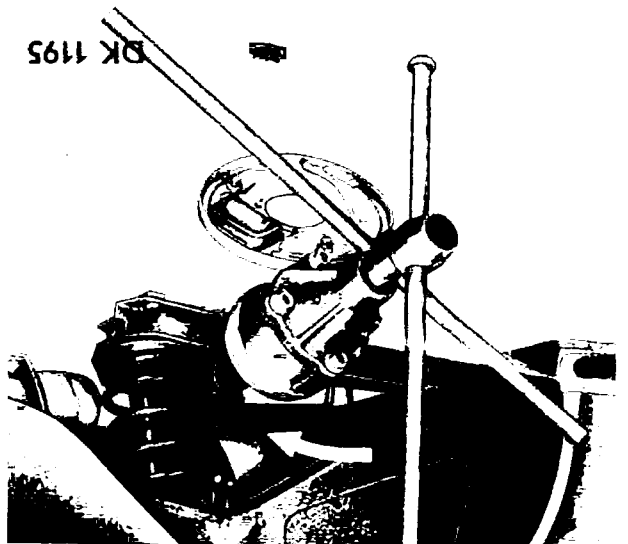

Bild 5.2/7 Abdrücken der Welle vom Lager mit Hilfe der Montagevorrichtungen MP 5-111 und MP 5-113
3. Die Welle feststellen, um ihr weiteres Herauschieben aus der Halbachse zu verhindern. Dazu auf den Wellenkegel die Montagevorrichtung MP 5-114 (siehe Bild 5.2/3) aufstecken und die Welle in die Halbachse einschieben. Die Welle darf aus der Halbachse höchstens so weit herausgeschoben werden, dass die Hinterkante des Abstützringes mit der Muffe der